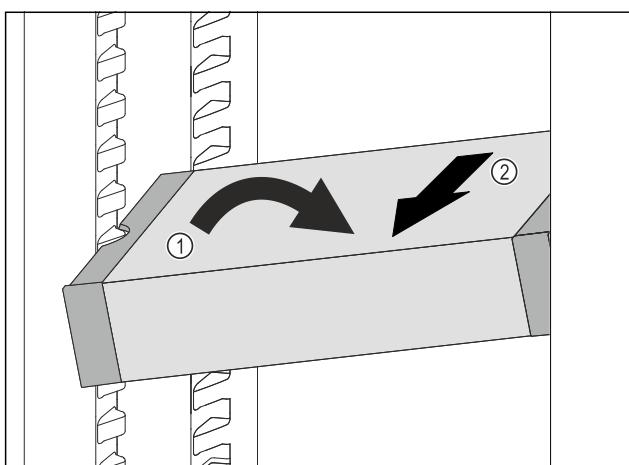

Fig. 115
- Наклонете VarioSafe в хладилната част. Fig. 115 (1)
- Извадете VarioSafe напред. Fig. 115 (2)